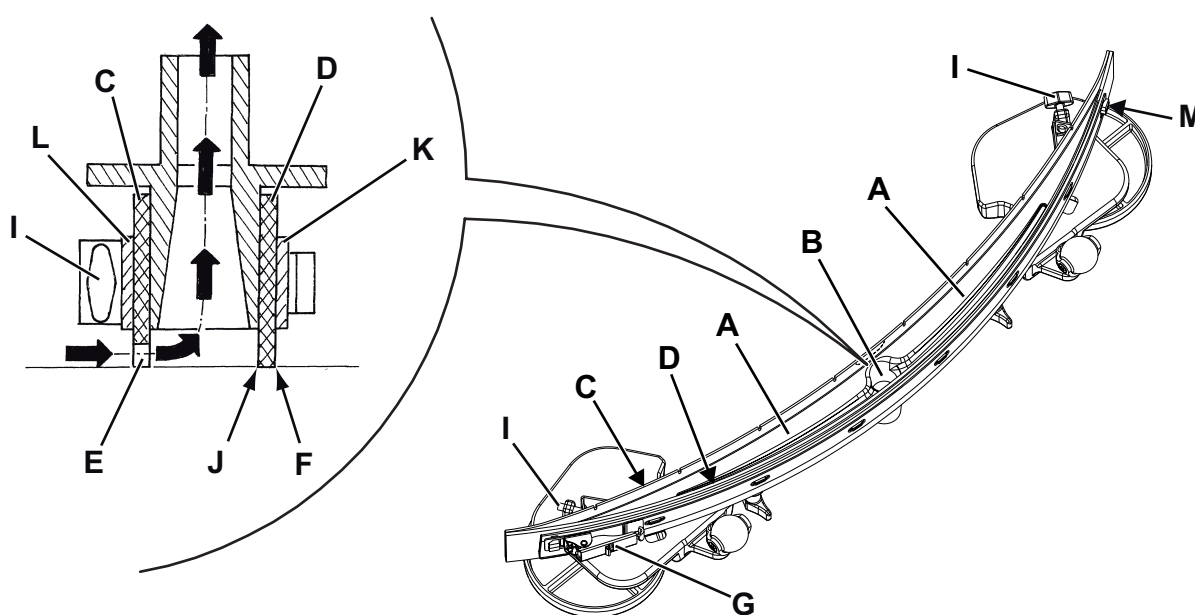

Figure 6
2. Introduire la clé de contact de la machine (58) et la tourner en position « I ».
3. Baisser l'embouchure (30) en appuyant sur le bouton (63).
4. Positionner la clé de contact (58) sur « 0 ».
5. Déconnecter le tuyau d'aspiration (31) de l'embouchure.
6. Desserrer les boutons (34) et déposer l'embouchure (30).
7. Laver et nettoyer l'embouchure. Nettoyer en particulier les compartiments (A, Fig. 6) et l'orifice (B) de la saleté et des déchets. Contrôler si la lamelle en caoutchouc avant (C) et la lamelle en caoutchouc arrière (D) sont intactes et qu'elles ne présentent pas de coupures ou déchirures ; en cas contraire, les remplacer selon les instructions suivantes.
1. Nettoyer l'embouchure (Fig. 6) comme décrit au paragraphe précédent.
2. Contrôler que le bord (E) de la lamelle en caoutchouc avant (C) et le bord (F) de la lamelle en caoutchouc arrière (D) se posent simultanément sur le marbre de contrôle, et en toute leur longueur ; dans le cas contraire, régler leur hauteur en procédant selon les instructions suivantes :
- Décrocher le tirant (G), décrocher le dispositif de retenue (M) et régler la lamelle en caoutchouc arrière (D), puis accrocher le dispositif de retenue et fixer avec le tirant.
- Desserrer les boutons (I) et régler la lamelle en caoutchouc avant (C), puis serrer les boutons.
3. Contrôler que la lamelle en caoutchouc avant (C) et la lamelle en caoutchouc arrière (D) sont intactes et qu'elles ne présentent pas de coupures ou déchirures ; en cas contraire, les remplacer en procédant comme suit. Contrôler que l'arête (J) de la lamelle en caoutchouc arrière n'est pas usée ; en cas contraire, tourner la lamelle en caoutchouc, en remplaçant l'arête usée avec l'une des trois arêtes intactes. Si toutes les arêtes sont usées, remplacer la lamelle en caoutchouc en procédant comme suit :
- Dégager le tirant (G), décrocher du dispositif de retenue (M) et déposer la bande de retenue (K), puis remplacer / tourner la lamelle en caoutchouc arrière (D).
- Dévisser les boutons (I) et enlever la bande de retenue (L), puis remplacer la lamelle en caoutchouc avant (C).
4. Connecter le tuyau d'aspiration (31) à l'embouchure.